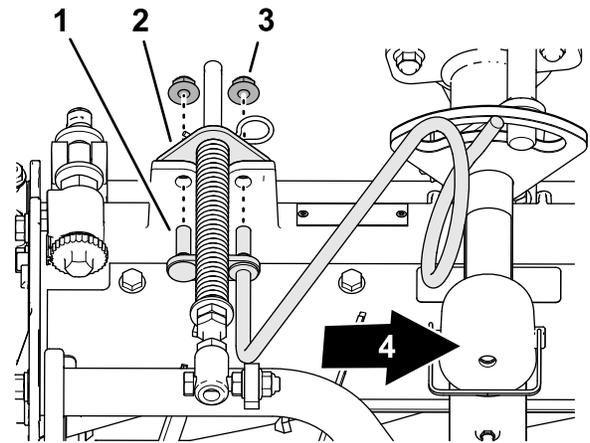

Figura 15
3. Allineate i perni della guida dei flessibili di destra con i fori nel telaio dell'apparato di taglio e nella staffa di compensazione per il manto erboso (Figura 15).